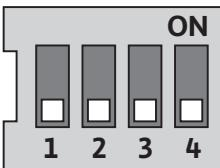

Fig. 29: DIP-bryter
DIP-bryteren (fig. 9, pos. 6/fig. 29) befinner seg under husdekselet.